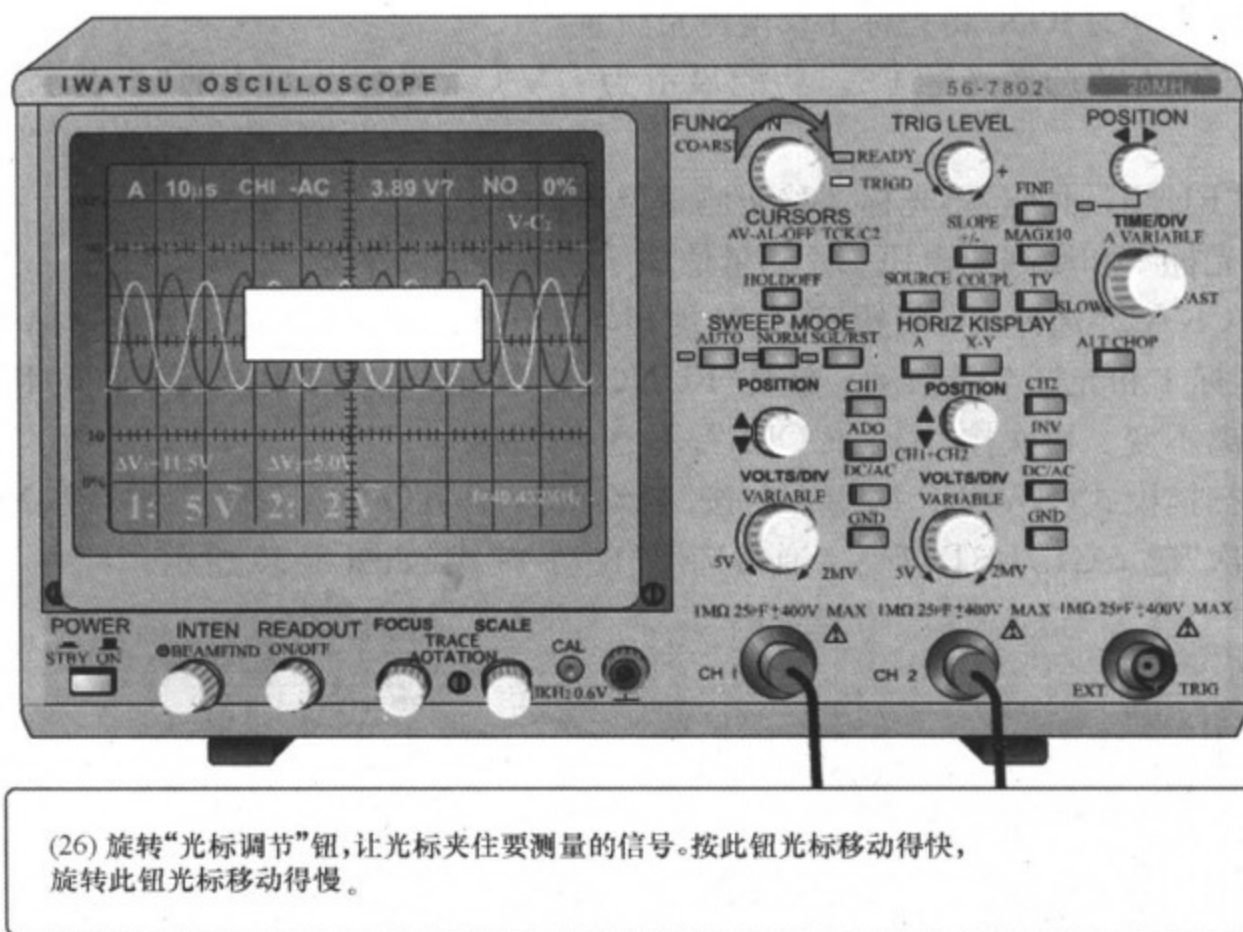

图 3-35 光标调节
(26) 旋转“光标调节(FUNCTION)”钮,让光标夹住要测量的信号,按此钮,光标移动得快,旋转此钮光标移动得慢,如图 3-35 所示。